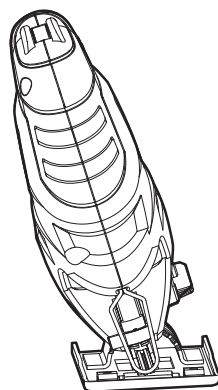

FIG.5
2. Déplacez la plaque de base vers l'avant et inclinez-la jusqu'à ce que vous obteniez l'angle désiré. L'angle peut être compris entre 0° et 45° (gauche et droite). (Voir Fig. 5)